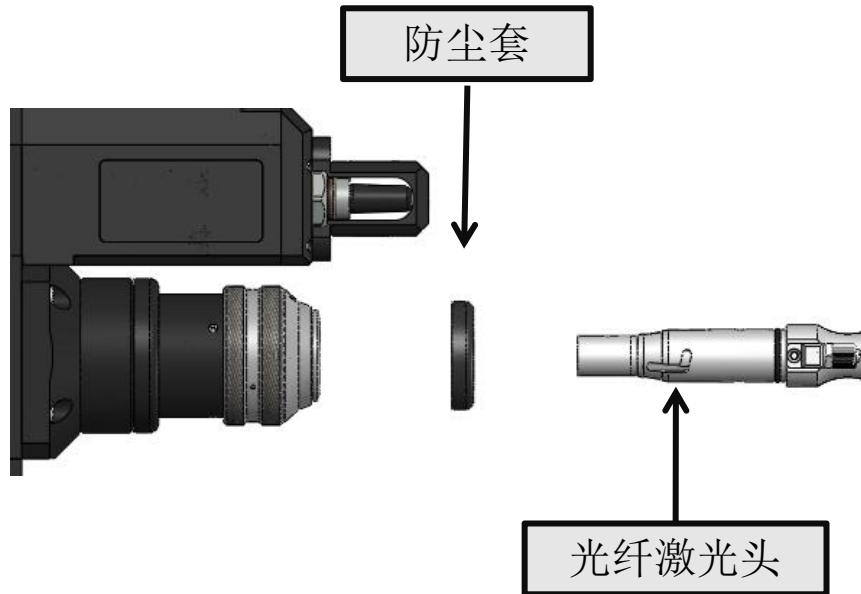

图1.8
- ① 将切割头水平放置，取下头子上的白色帽子与静电贴，取出防尘套，如下图1.8所示。